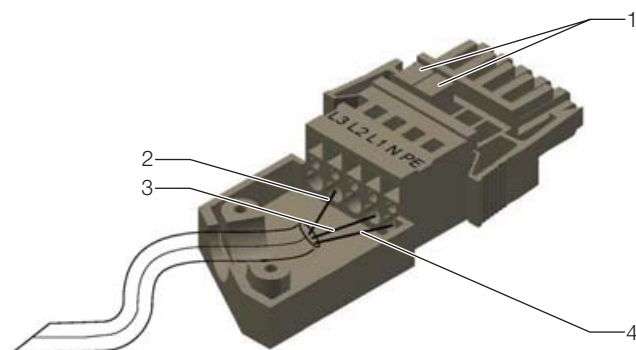

Рис. 31: Схема штекера подключения с корпусом для защиты от натяжения
- Соедините подключения фаз в штекере подключения с помощью двух прилагаемых перемычек (рис. 31, поз. 1). Установите перемычку между фазами L1 и L2 и еще одну перемычку между фазами L2 и L3.